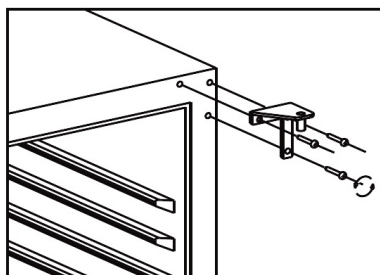

fig. 8.3
- Monter av høyre topphengsel og ta vare på den for ev. senere bruk. Se fig. 8.3